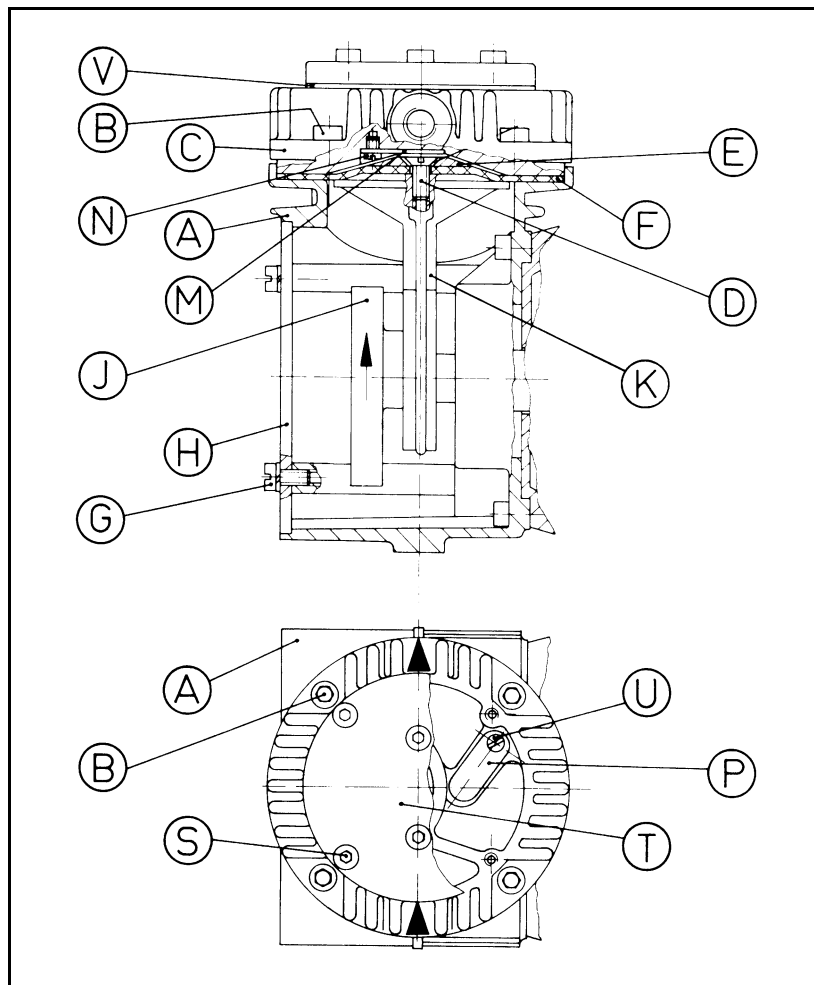

Fig. 6: Pumpenteile für Ausführungen mit Aluminiumkopf
\*\*nach Fig. 6
Gewechselte Membran und Ventildfedern (Ventilplatte)	<ul style="list-style-type: none"> <li>➔ Schläuche auf Dichtigkeit prüfen.</li> <li>➔ Eventuell die Schrauben (B) bzw. (S) (siehe Fig. 6) vorsichtig über Kreuz anziehen.</li> </ul>
\*nach Fig. 6